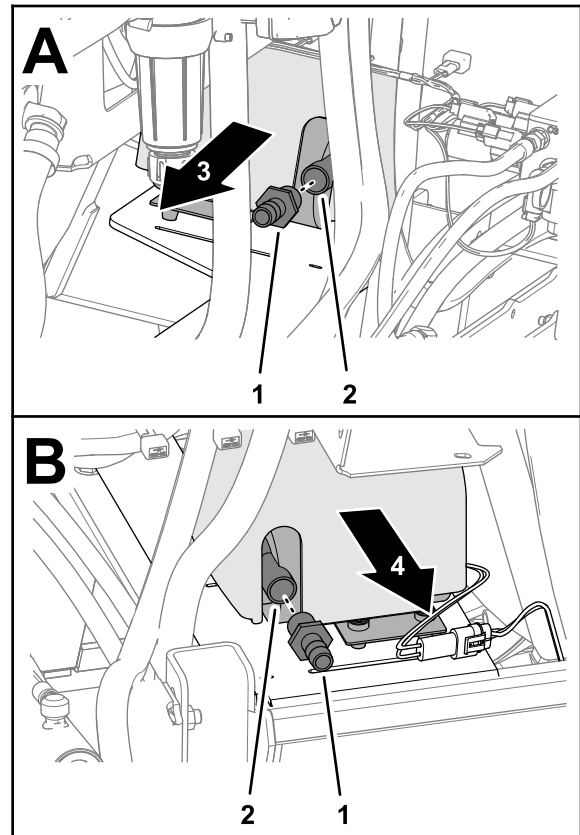

Figura 28
2. Instale los 2 acoplamientos dentados rectos en los 2 orificios de la bomba del depósito de enjuague (Figura 28).